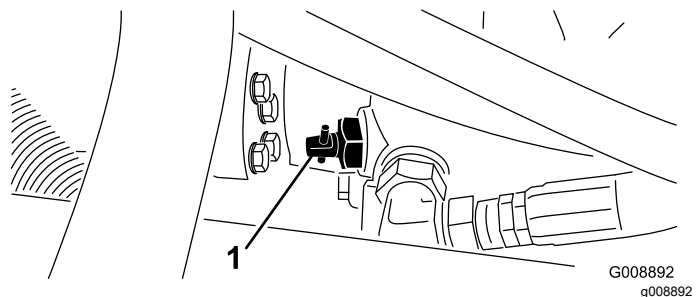

Figura 32
1. Localice la válvula de desvío en la bomba (Figura 32) y gírela 90°.